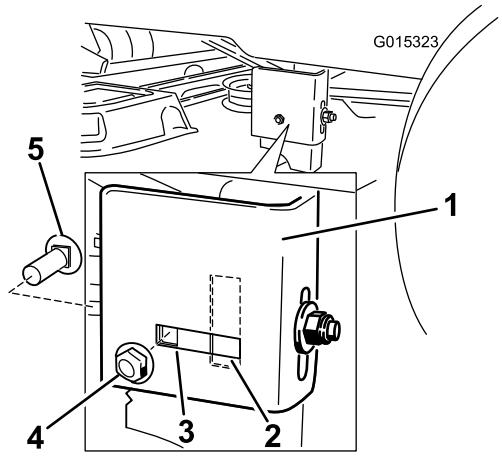

Bild 53
7. Gehen Sie zur linken Seite der Maschine. Entfernen Sie die Schlossschraube an der Seite und die Sicherungsmutter von der starren Position und setzen sie in die hintere, geschlitzte Position (Bild 53).